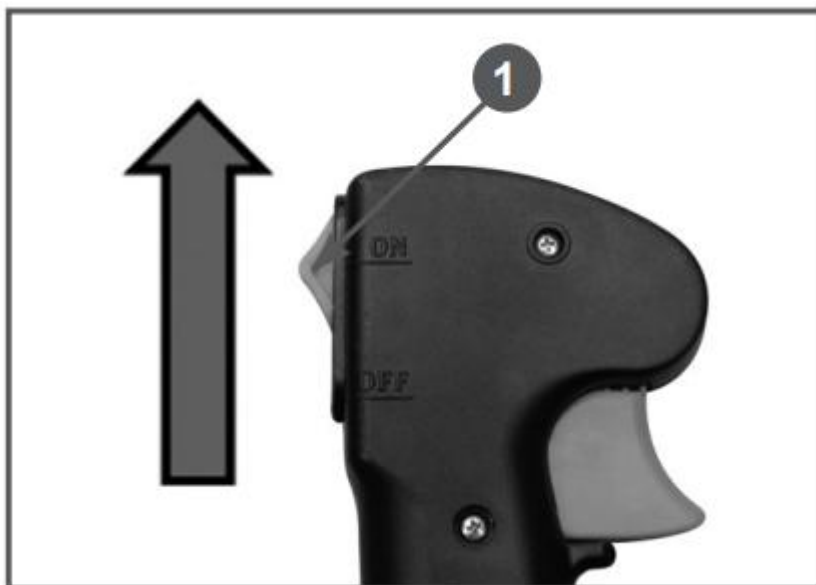

Рисунок 24 - Выключатель зажигания (1 - Выключатель зажигания в положении ON «Вкл»)
**Шаг 4** – Выключатель зажигания 1 (Рис. 24) установите в положение «ON» (ВКЛЮЧЕНО).